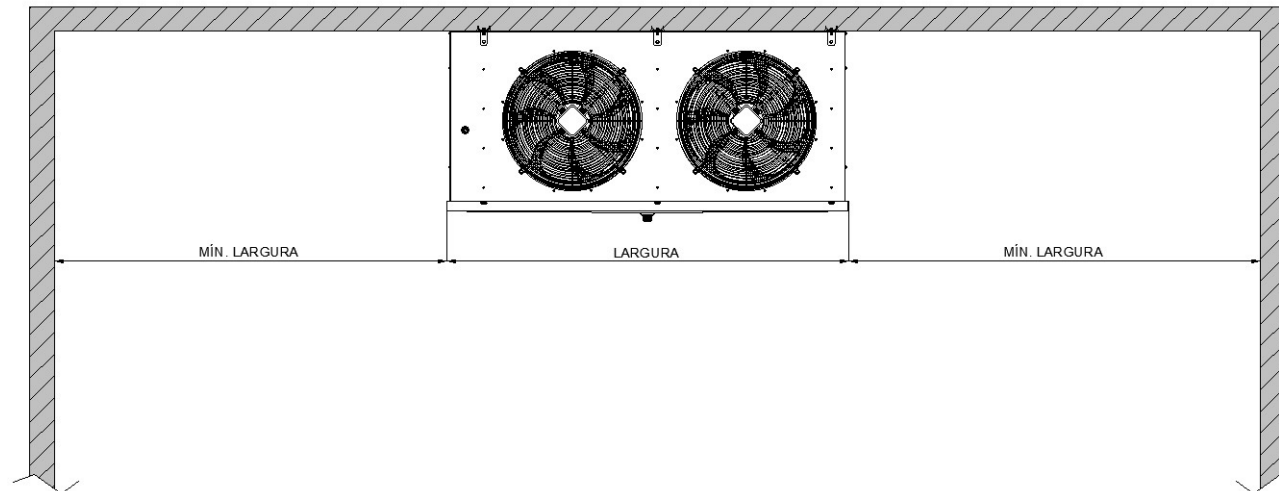

Figura 3 – Distância lateral para retirada de resistência
- Quando evaporador com degelo elétrico deve-se manter uma distância lateral mínima equivalente a largura do equipado para a troca das resistências de núcleo, conforme Figura 3.